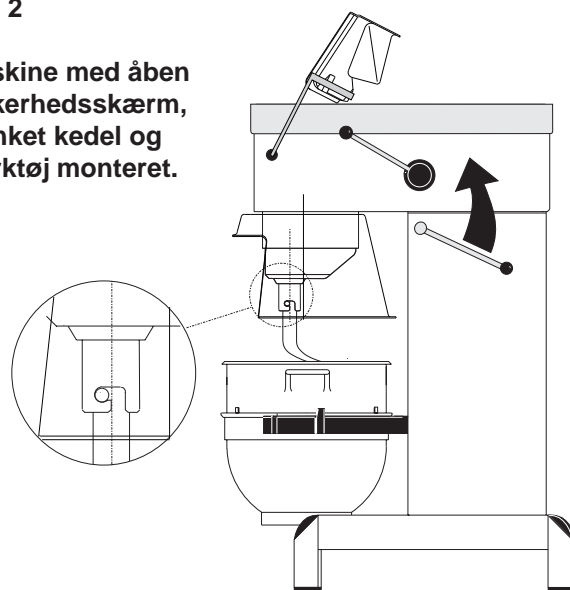

Fig. 3
- A) Sikkerhedsskærmen åbnes og kedlen placeres i kedelarmene. **OBS:** armene skal være i laveste stilling og kedlen skal være skubbet helt tilbage i armene, kedlens ”midterste øre” skal vende ind mod maskinen (**fig.2 og fig.3**).